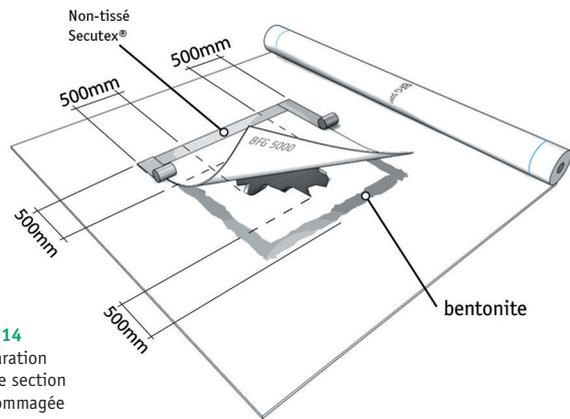

Fig. 14
21.2 Sur des surfaces relativement planes, la surface endommagée doit être recouverte par une pièce rapportée de GSB Bentonifixe® en débordement d'au moins 500 mm de part et d'autre de la surface endommagée (fig. 14).